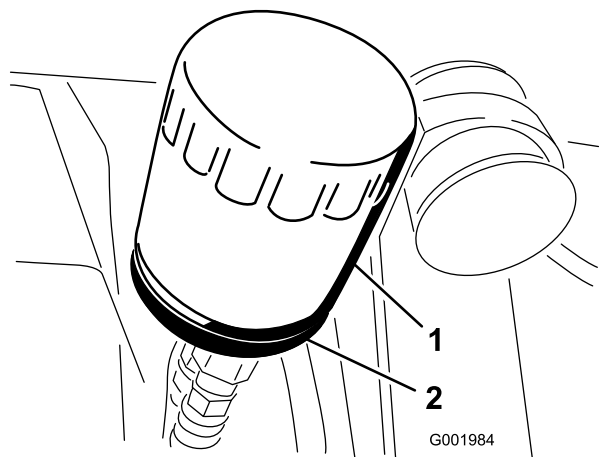

Figura 49
2. Retire o filtro do óleo (Figura 49).
toque no adaptador do filtro e, em seguida, aperte o filtro mais 1/2 volta (Figura 49).